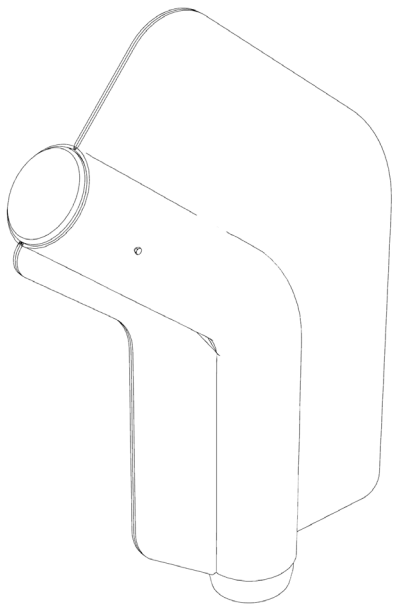

Fig. 7
4. Plier le tissu en coton carré selon les instructions de la Fig. 7. Marquer soigneusement les plis ;
8. Déplier et sécher le tissu pour révéler les motifs géométriques créés par le pliage et les réserves. (Fig. 7).